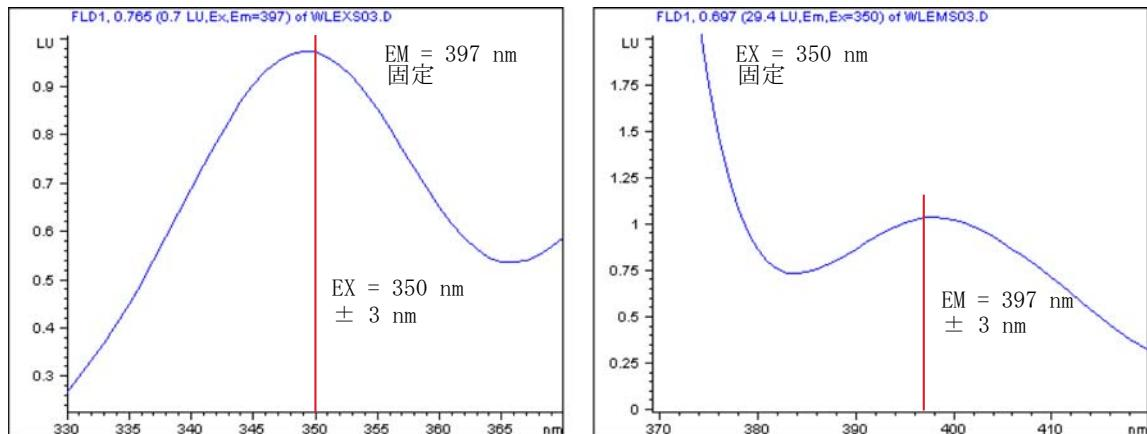

図 61 励起 / 蛍光スペクトル（期待される結果）
結果として、 $350 \text{ nm} \pm 3 \text{ nm}$  の範囲に最大値が見られる必要があります。『173 ページ 図 61』を参照してください。
結果として、 $397 \text{ nm} \pm 3 \text{ nm}$  の範囲に最大値が見られる必要があります。『173 ページ 図 61』を参照してください。
- 4 オンライൻスペクトルのプロットを開いて、『173 ページ 図 61』（左側）に見られるような最大値を確認します。
- 6 オンライൻスペクトルのプロットを開いて、『173 ページ 図 61』（右側）に見られるような最大値を確認します。